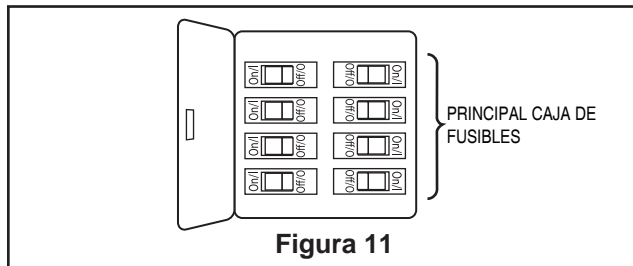

Figura 11
**NOTA:** si no está seguro si la caja de distribución eléctrica tiene conexión a tierra, pida asesoramiento a un electricista autorizado, ya que la conexión a tierra es importante para un funcionamiento seguro. ( Figura 11)